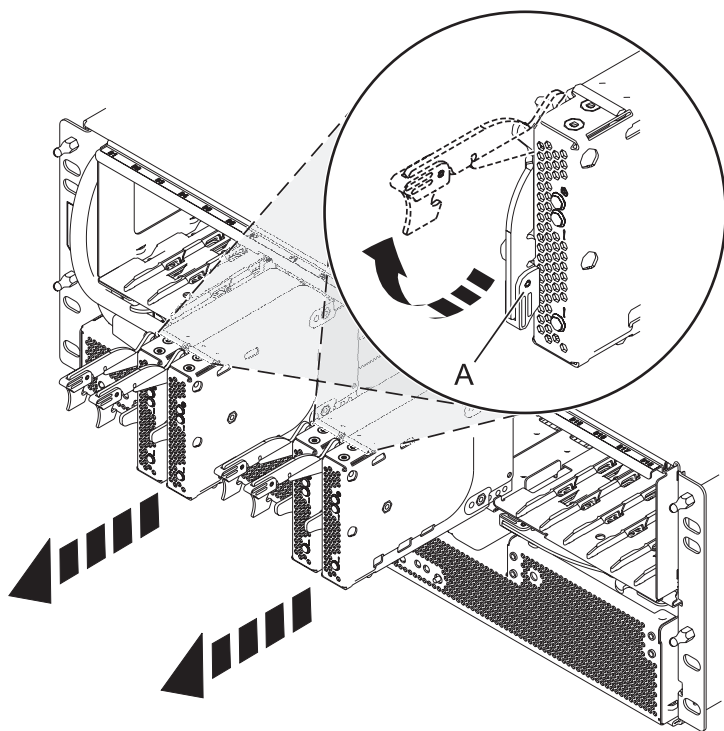

Figure 63. Retrait de la carte de port du fond de panier
5. Retirez les cartes de port et les obturateurs, comme illustré dans la figure 63, à la page 78.